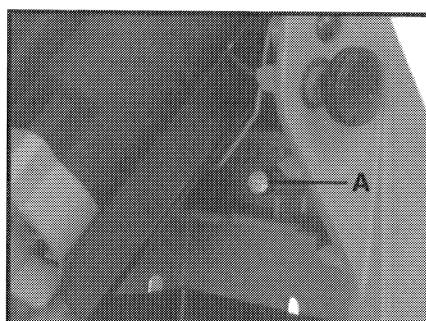

Fig. 5A
À NOTER: La distance entre le bout de l'ouvrage et la poche coupée est réglée à fabrication à $\frac{3}{4}$ ". Cette distance peut être variée par le réglage du vis de blocage du moteur (A) Fig. 5A.